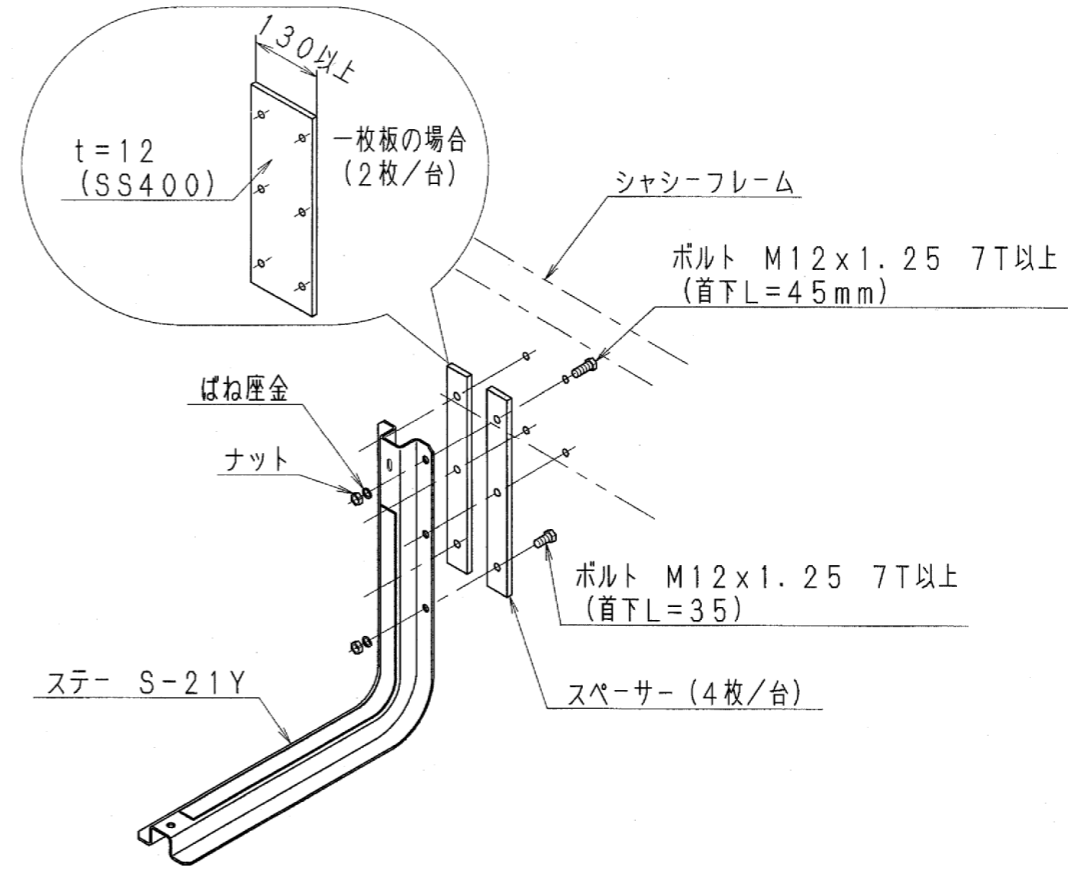
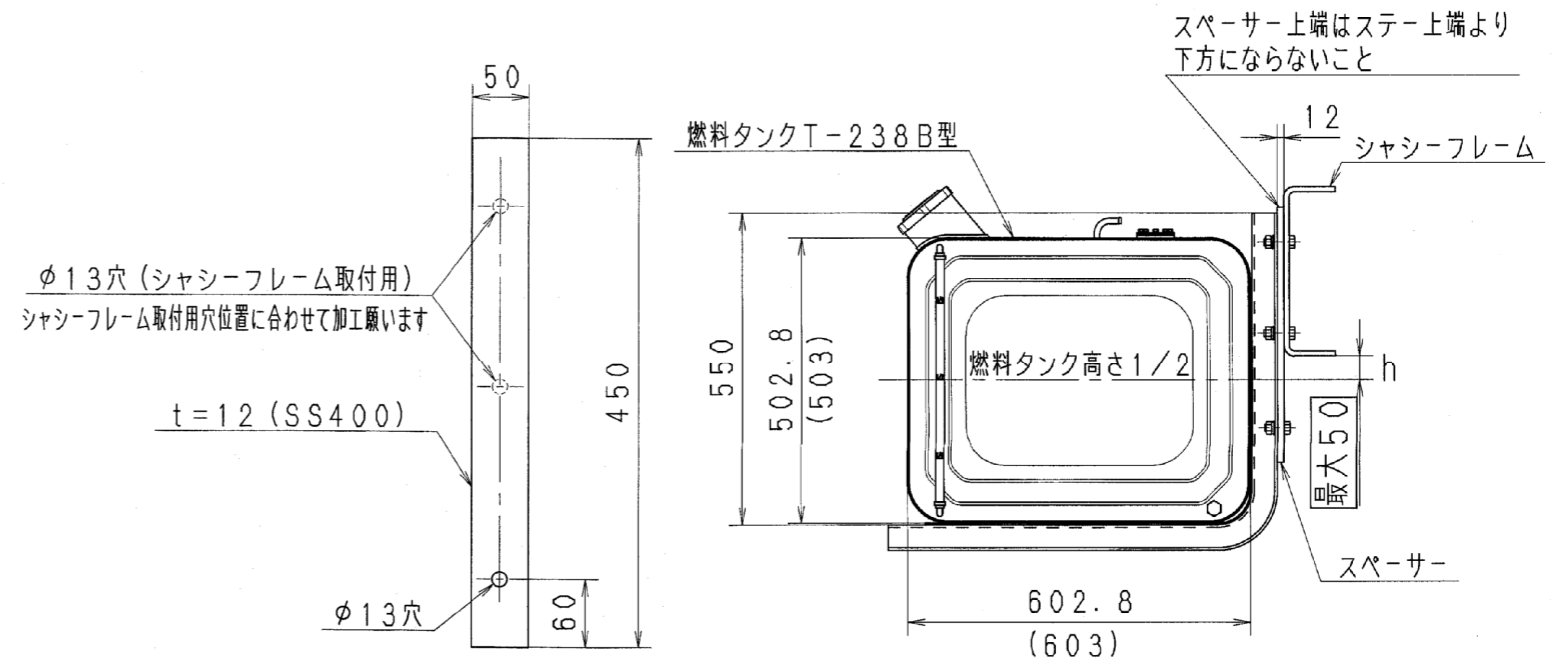

図1
図2
- (1) 図1のようにスペーサーをシャシーフレームとステーの間に入れ、ステーをシャシーフレームに取付けて下さい。
スペーサーは弊社部品(スペーサー SP-21:図2)又は同等の部品もしくは図1の一枚板の部品を製作して使用して下さい。(4個/台:スペーサーの場合)